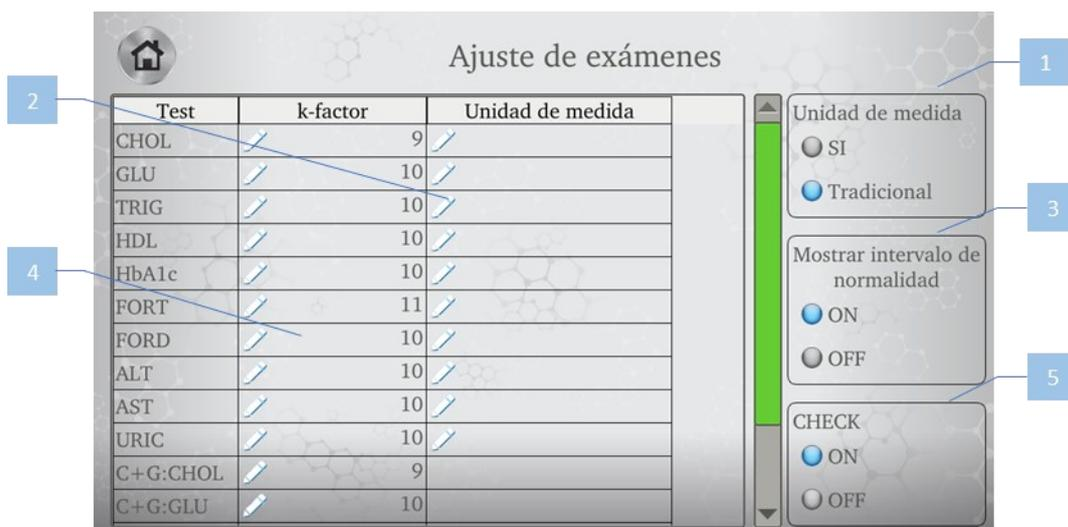

Figura 28
Permite modificar las unidades de medida con dos elecciones: tradicional o sistema internacional (SI) (Figura 28\_1).
Permite modificar las unidades de medida de cada uno de los tests: tradicional y/o SI (Figura 28\_2).
Permite activar/desactivar los intervalos de normalidad de los tests (Figura 28\_3).
Permite modificar el factor K: el factor K correcto para un test se indica en el envase de los reactivos originales de Callegari S.r.l. Compruebe que el factor K coincide con el indicado en la etiqueta (Figura 28\_4).
Permite a los usuarios habilitar o deshabilitar la verificación de presencia / ausencia de la muestra de sangre en la cubeta (Figura 28\_5).